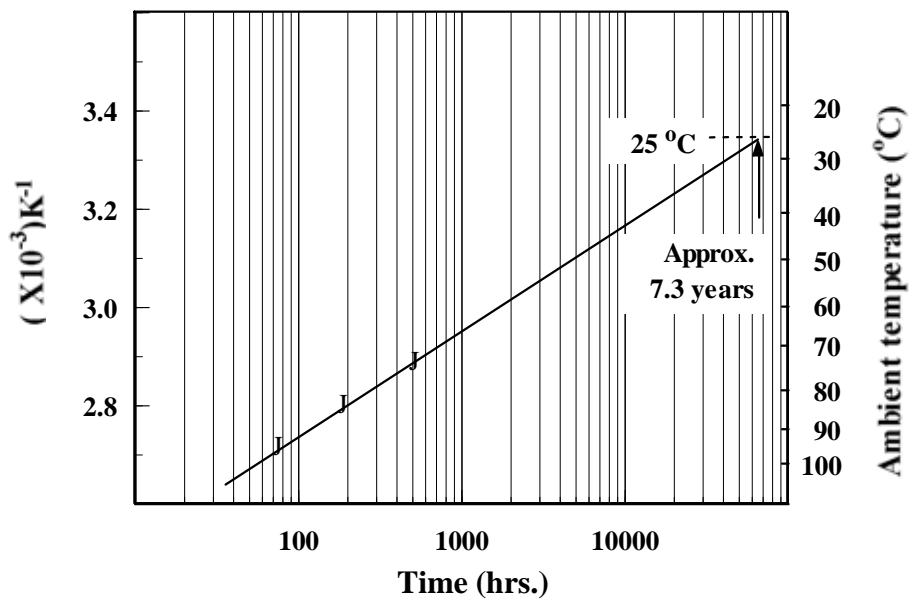

图9 根据 NAP—50A 在高温、高湿燃气环境下通电对灵敏度的寿命预测图
(2) 高温、多湿燃气中通电加速试验 (图 9)
把常温、常湿对 CH_4 气体灵敏度劣化到初期值的 50% 时所经过的时间作为横轴, 保管环境温度作为纵轴, 如图 9 得到测定值之后再插到 25°C 的环境中, 结果可持续约 7.3 年。